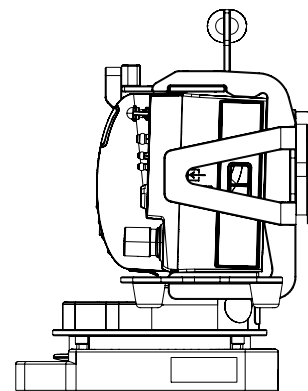

Figure 9: Installation du support de fixation sur le Convertisseur de surface Pro
1. Aligner et insérer le micro disque inférieur situé sous le support de fixation dans la Micro Base du Convertisseur de surface Pro horizontalement, jusqu'à ce qu'il se verrouille (Figure 9).